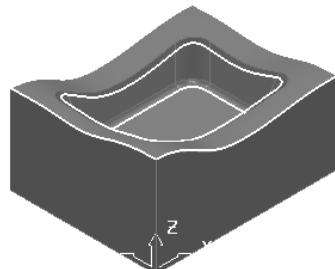

图 3-38 创建的边界 3
2) 单击“浅滩边界”对话框的“应用”按钮即可完成边界创建。在“查看”工具栏上单击“普通阴影”按钮 $\text{○}$ 和“毛坯”按钮 $\text{□}$ ，隐藏毛坯后边界结果如图 3-38 所示。